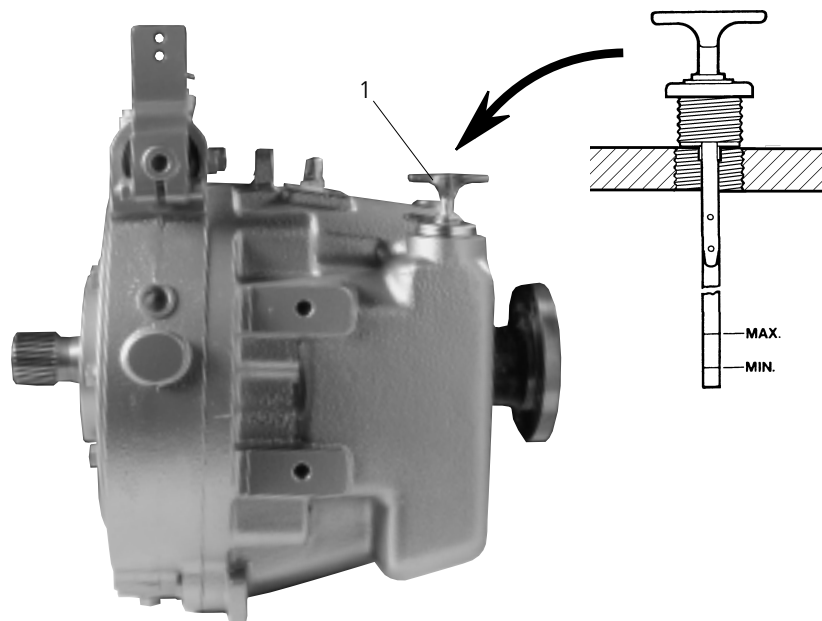

Fig. V-1
1.1 Loosen fluid dipstick (fig. V-1, item 1) by turning the grip counterclockwise.
1.1 Allentare l'astina dell'olio (fig. V-1, pos. 1) ruotandola manualmente in senso antiorario ed estrarla.
1.1 Desserrer la jauge (fig. V-1, repère 1) en tournant la poignée dans le sens inverse des aiguilles d'une montre.
1.1 Den Griff des Ölmeßstabes (Bild V-1) entgegen dem Uhrzeigersinn drehen und aus dem Gehäuse ziehen.
The fluid level on the dipstick (fig. V-1) should be between the min. and max. marks.
Il livello del fluido deve essere compreso tra i segni di max e min presenti nell'astina (fig. V-1). Ripetere l'operazione dopo un breve periodo di funzionamento.
1.6 Arrêter le moteur et vérifier à nouveau le niveau d'huile. Si nécessaire, compléter le niveau d'huile jusqu'à la marque sur la jauge. Le niveau d'huile sur la jauge (fig. V-1) devra se situer entre les marques mini et maxi.
1.6 Motor abstellen und erneut den Ölstand überprüfen. Falls notwendig, Öl nachfüllen. Der richtige Ölstand ist erreicht, wenn das Öl am Ölmeßstab (Bild V-1) zwischen der Min.- und Max.-Markierung sichtbar ist.